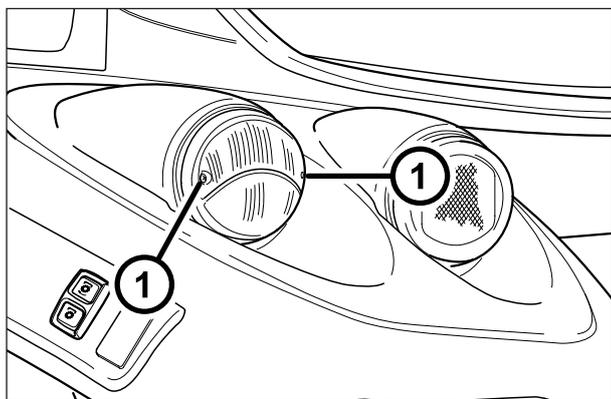

Abb.8-6
- 1 - Die Schrauben (1,Abb.8-6) losdrehen und die Verglasung abnehmen.
- 3 - Die Verglasung mit den Schrauben (1,Abb.8-6) wieder montieren.